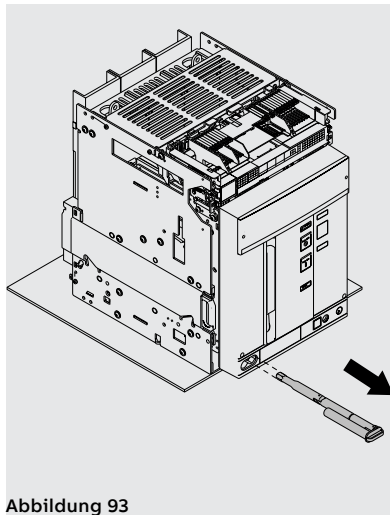

Abbildung 93
8. Die Trennkurbel aus ihrem Sitz herausziehen. Siehe Abbildung 93.